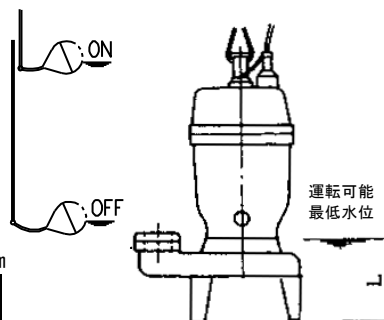

図 3
- 8) 非自動形ポンプ(DV2型)は、フロートによる自動運転装置が内蔵されていませんので、ポンプ運転水位には十分注意してください。なお運転可能な最低水位付近で10分以上の連続運転で使用しますと、電動機内蔵のオートカットが作動しますのでご注意ください。必ず自動運転装置を図3の如く設け、空運転がないように停止水位を運転可能最低水位より高く設定してください。また、始動水位はポンプが完全に水没する水位より高く設定してください。